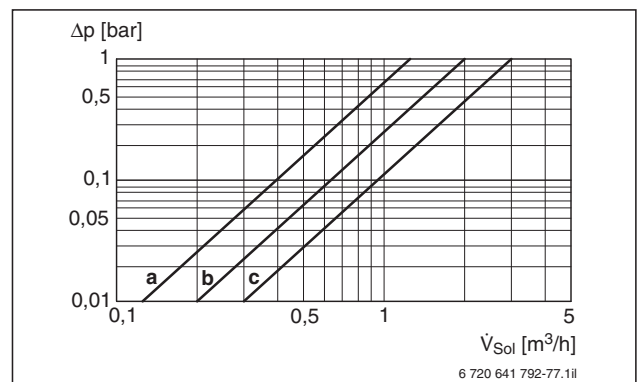

Bild 120 Druckverlust Volumenstromzähler WMZ 1.2
- Druckverluste des Volumenstromzählers bei der Auswahl der Solarstationen berücksichtigen (→ Bild 120).